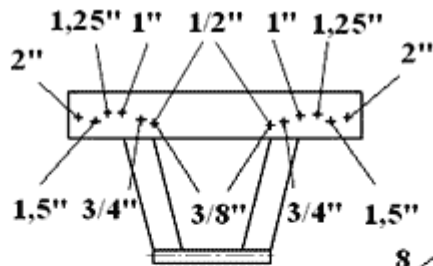
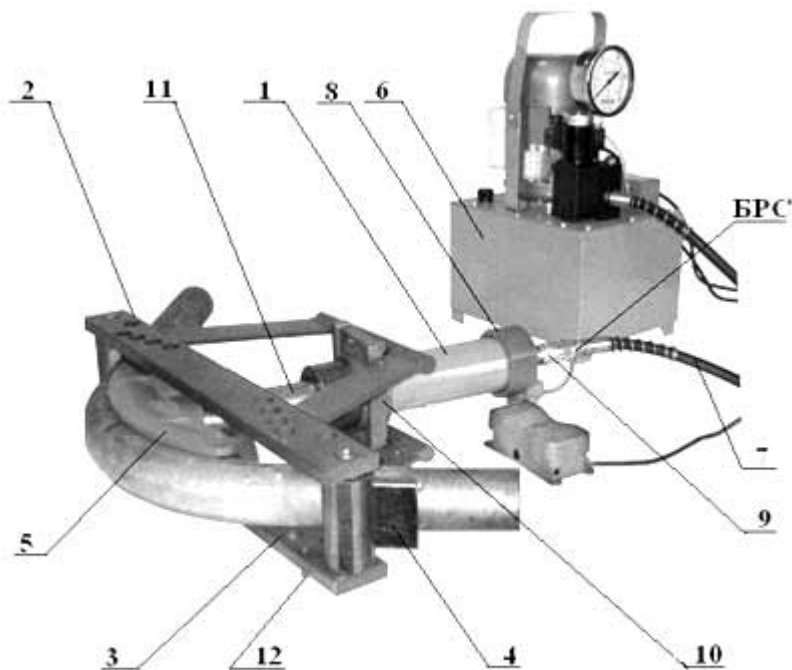

Рис. 2
Рис.1
- Трубогиб состоит из гидроцилиндра 1, траверс верхней 2 и нижней 3, двух упоров 4, комплекта гибочных шаблонов 5 и гидравлической насосной станции 6 с рукавом высокого давления 7 с быстроразъёмным соединением БРС на выходе (рис.1).
- Траверсы верхняя 2 и нижняя 3 выполнены в виде сварной конструкции, на поперечных планках которых имеются отверстия для установки упоров 4 (рис. 2). Нижняя траверса 3 имеет ножки 12 для установки на рабочей площадке (рис.1).